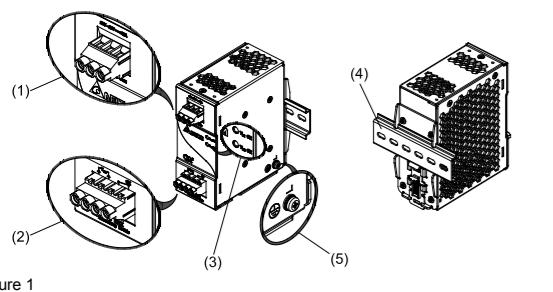

Figure 1
3. Gerätbeschreibung (Abb. 1)
2. Device description (Fig. 1)